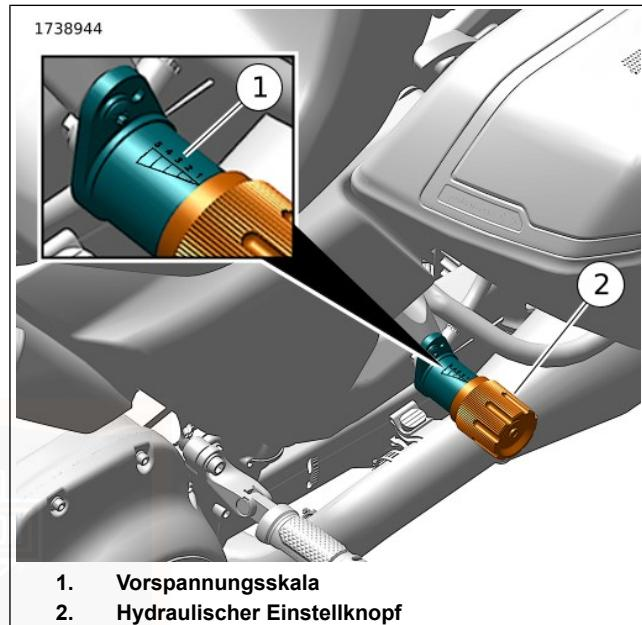

Abbildung 14. Hydraulischer Vorspannungseinstellknopf (linker Stoßdämpfer)
2. Siehe Abbildung 14. Den hydraulischen Ferneinstellknopf (2) am linken Stoßdämpfer vollständig gegen den Uhrzeigersinn auf MIN drehen.